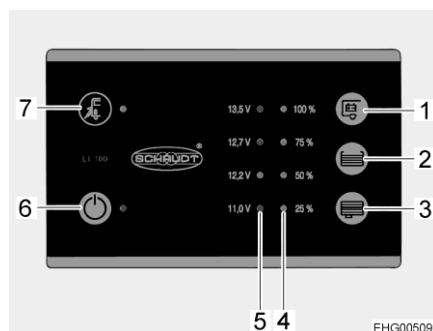

Fig. 115 Panneau de contrôle (LT 100)
La DEL jaune près du symbole de raccordement électrique " (Fig. 115,7) est allumée quand le véhicule est raccordé à une tension réseau externe. La DEL reste allumée quand le panneau de contrôle est éteint.
- ▷ Pour des raisons de sécurité, l'interrupteur principal 12 V (Fig. 115,6) ne peut être ouvert tant que le moteur du véhicule tourne. Il est ainsi impossible de se servir du panneau de contrôle pendant le voyage.
L'interrupteur principal 12 V (Fig. 115,6) établit ou coupe le panneau de contrôle et l'alimentation 12 V de la cellule.
- Appuyer sur l'interrupteur " (Fig. 115,6) : L'alimentation 12 V de la cellule est assurée. La DEL s'allume en vert.
- Appuyer de nouveau sur l'interrupteur " (Fig. 115,6) : L'alimentation 12 V de la cellule est coupée. La DEL s'éteint.
L'échelle DEL (Fig. 115,5) indique la tension de la batterie de cellule comme suit :
- Appuyer sur la touche " (Fig. 115,1) : La tension de la batterie de cellule est affichée.
L'échelle DEL (Fig. 115,4) indique le niveau de remplissage du réservoir d'eau fraîche ou de celui d'eaux usées.
Appuyer sur la touche "☰" (Fig. 115,2) : Le niveau de remplissage du réservoir d'eau fraîche est indiqué par les DEL allumées.
Appuyer sur la touche "☷" (Fig. 115,3) : Le niveau de remplissage du réservoir d'eaux usées est indiqué par les DEL allumées.